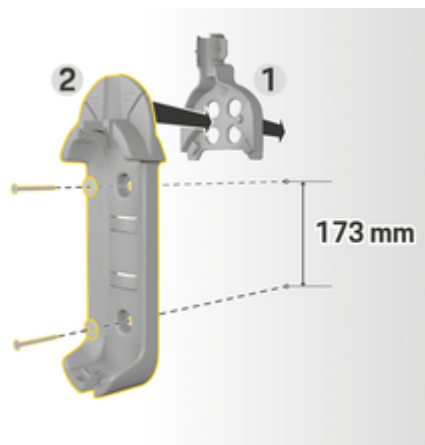

Рис. 98 Размеры под отверстия
3. Вдавите базовое настенное крепление 2 (Рис. 98) спереди в кабелепровод 1 (Рис. 98).